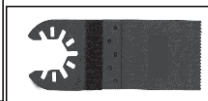

Fig. 1a
a) Pentru accesorii " deschide din nou " (Fig. 1a) , șurub lama nu ar trebui să fie eliminată . Este suficient pentru a slăbi ușor lama , pentru a permite accesoriul să se strecoare între scripetele și deținătorul accesorii .